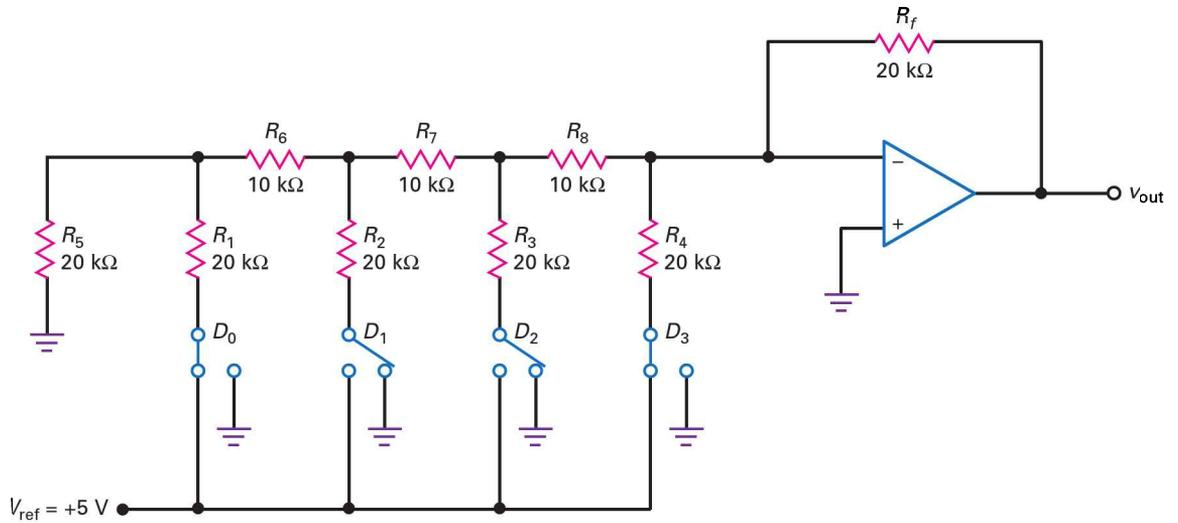

Figure 18.25 Convertisseur numérique-analogique à échelle R/2R.
Le **convertisseur à échelle $R/2R$** , illustré à la figure 18.25, permet de s'affranchir des limitations du convertisseur pondéré binaire, ce qui en fait la méthode la plus utilisée dans les CNA des circuits intégrés. Puisqu'elle ne nécessite que deux valeurs de résistance, cette méthode s'applique d'elle-même aux circuits intégrés de 8 bits ou plus et donne une bonne précision. Pour simplifier les choses, la figure 18.25 illustre un convertisseur numérique analogique sur 4 bits. Les interrupteurs $D_0 - D_3$ sont, en principe, du type commutateur actif. Ces commutateurs relient les quatre entrées soit à la masse (0 logique) soit à $+V_{\text{ref}}$ (1 logique). Le réseau de résistances en échelle convertit les différentes valeurs binaires en entrée (de 0000 à 1111) en un des 16 niveaux de tension de sortie. Dans le CNA de la figure 18.25, D_0 est considéré comme le bit le moins significatif (LSB pour *Least Significant Bit*) alors que D_3 est le bit le plus significatif (MSB pour *most Significant Bit*).
À la figure 18.25, $D_0 = 1$, $D_1 = 0$, $D_2 = 0$, $D_3 = 1$. Avec une valeur V_{ref} de +5 V, déterminer l'équivalent décimal de l'entrée (BIN) et la tension de sortie du convertisseur.
18.6 Avez-vous compris ? En reprenant la figure 18.25, quelles sont les plus petite et plus grande tensions de sortie avec au moins une des entrées à 1 logique ?